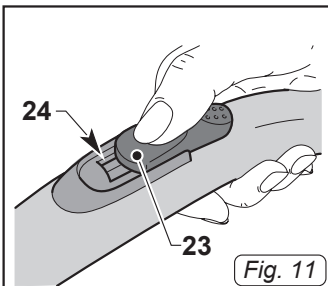

Fig. 11
*Per modelli dotati di impugnatura ergonomica è possibile regolare la forza di aspirazione agendo sul selettore (23 Fig.11).*
*Aperto la finestrella (24 Fig.11) si ha una minore azione aspirante.*
*Per modelli dotati di impugnatura ergonomica è possibile regolare la forza di aspirazione agendo sulla ghiera (23 Fig.11).*